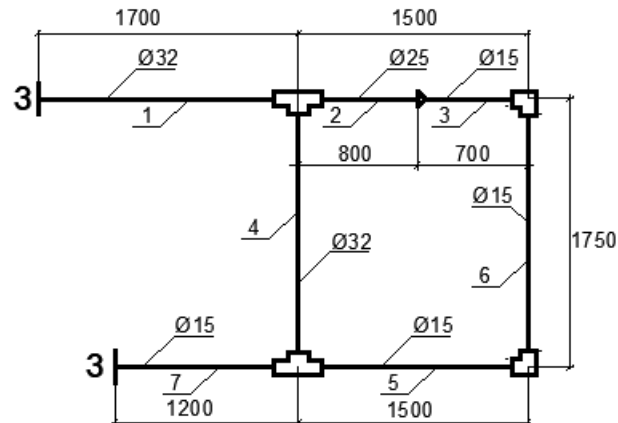

Рис. 3. Сантехнічний вузол
5. Оглянути схему (Рис. 3) щодо наявності відповідних деталей